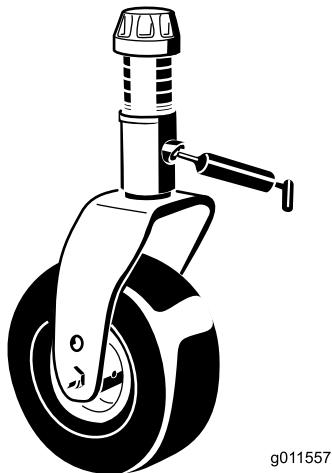

Figura 19
- Casquilhos do eixo da forquilha da roda giratória (4)(Figura 19)